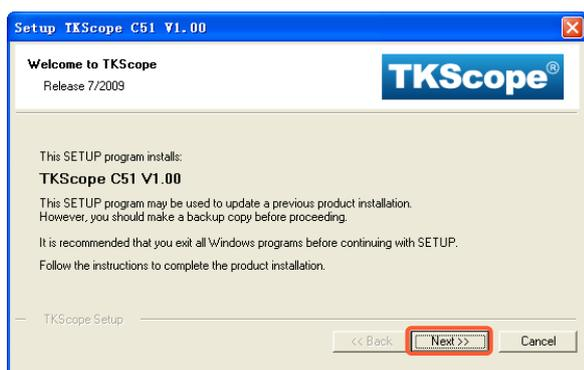
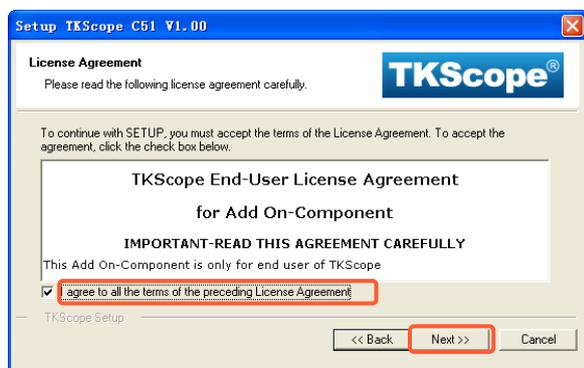

图 2.1 安装驱动提示框
图 2.2 协议许可提示框
- 1 双击 TKScopeSetup\_C51.EXE,系统会弹出如图 2.1 所示的对话框。
- 2 点击图 2.1 中【Next】选项,系统会弹出如图 2.2 所示的对话框。选中【I agree to...】,然后点击【Next】进行下一步操作。